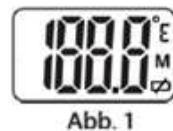

Abb. 1
2. Drücken Sie die Multifunktionstaste und lassen Sie sie wieder los. Sie hören einen kurzen Signalton, dann werden alle Segmente für 1 Sekunde angezeigt (Abb. 1) – 0,5 Sekunden mit roter Hintergrundbeleuchtung und 0,5 Sekunden mit grüner Hintergrundbeleuchtung. Dies ist ein Funktionscheck, der anzeigt, dass das Gerät ordnungsgemäß arbeitet.